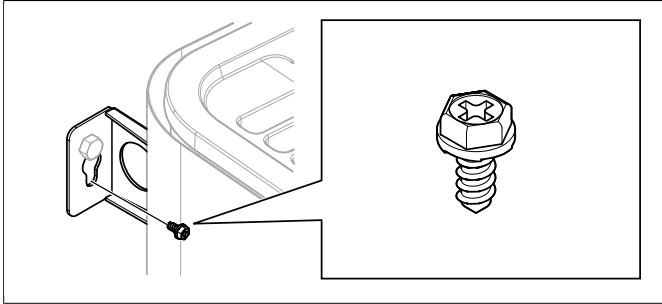

Abb. 11: Sicherungsschraube der Halterung
9. Sichern Sie den Ofen mit der Sicherungsschraube, siehe **Abb. 11**, Seite 5.